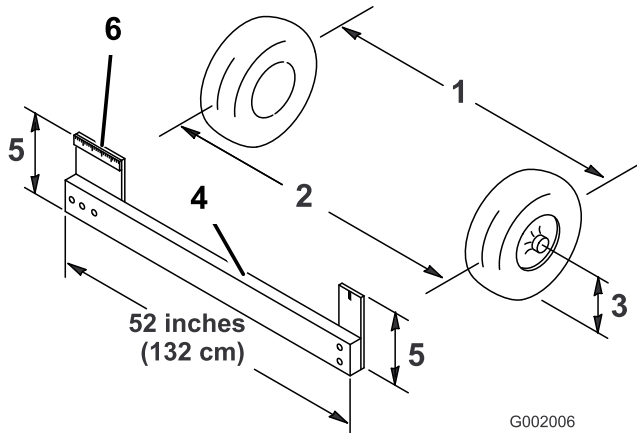

図 60
4. 前輪の前と後ろで、左右のタイヤの中央線間距離を測る; 計測はアクスルの高さで行う (図 60)。前輪の後ろで、アクスルの高さで測定を行うには市販または手製のトーイン測定器が必要となる。前後の計測とも同じ道具を使用し、アクスルの高さで正しく測定すること (図 60)。